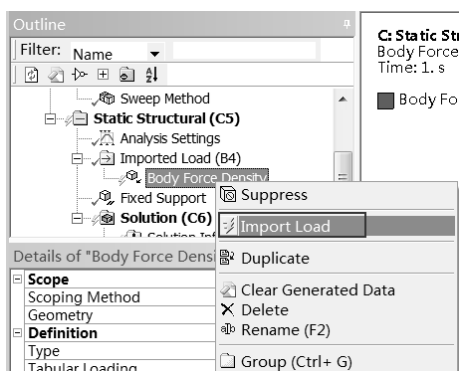
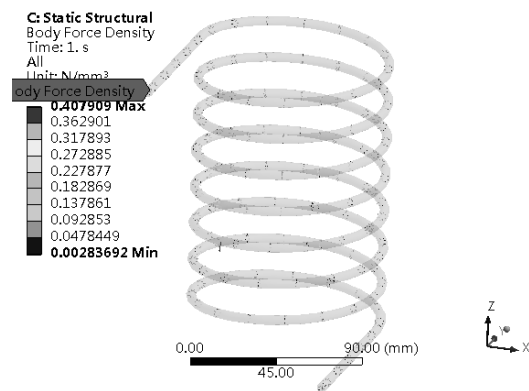

图 19-118 导入载荷
图 19-119 力密度分布云图
Step4 : 如图 19-118 所示, 选择 Static Structural 下面的 Imported Load 选项并右击, 在弹出的快捷菜单中选择 Import Load 命令, 经过一段时间计算, 映射完后的力密度分布云图如图 19-119 所示。